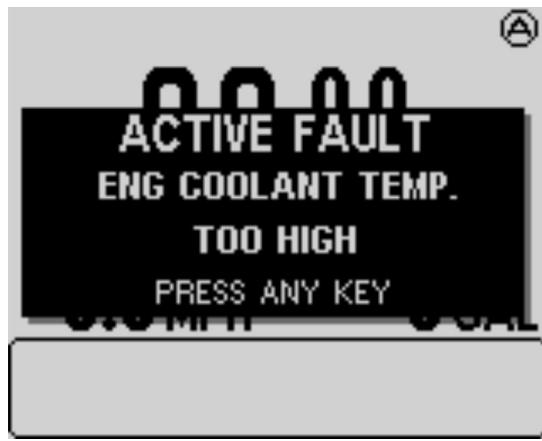

Figure 38
- Un message d'anomalie active s'affiche ensuite (Figure 38).